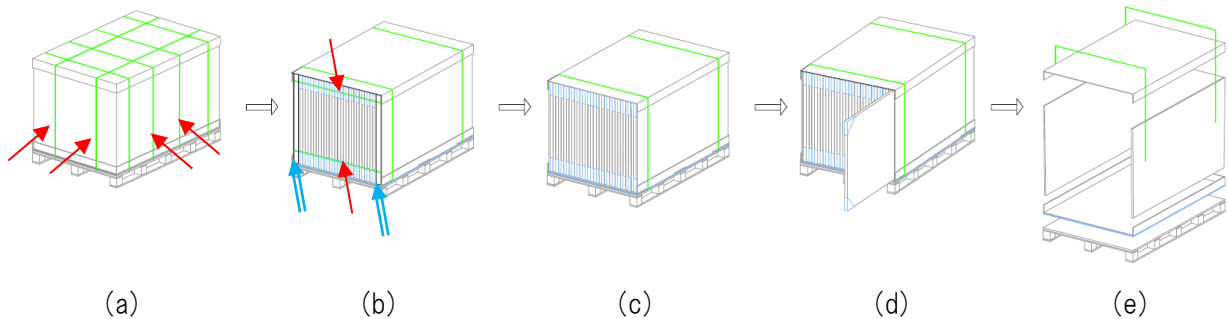

図7 梱包状態および開梱手順
- (1) モジュールは下図(図7)に示す状態で梱包されている。
- (2) 本モジュールは重いため、下図(図7)に示す開梱方法を推奨する。
- (3) 開梱中にモジュールが倒れて破損しないようにパレットはできるだけ平らな場所に置く。平らな場所に置けない場合は、モジュールが倒れても事故が起こらない支えを講じること。
- (4) はじめに(a)中赤矢印(→)で示す4本のPETバンドを切る。
- (5) 中のモジュールに傷をつけないように注意しながら、短い面のダンボールをカットする。上蓋、下蓋の部分もカットする。(b)図のような状態にする。
- (6) モジュールに巻かれている2本のPETバンド((b)図中赤矢印(→))を切る。
- (7) 2本のコーナーカバー((b)図中青矢印(→))を取り外し、(c)図のような状態にする。
- (8) モジュールを1枚1枚注意深く抜出す。モジュールはガラス面に向かって倒れやすいので、モジュール裏側方向から1枚1枚抜くとモジュールを倒さずに抜きやすくなる。
- (9) すべてのモジュールを抜き取った後、すべてのPETバンドを切り、梱包箱を分解して廃棄する。